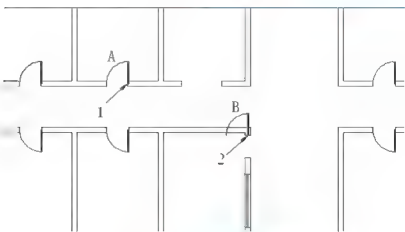

图 2.94 将 A 门复制到 B 处
(1) 用【复制】命令将 A 门复制到 B 处, 如图 2.94 所示。
① 单击【修改】工具栏上的【复制】图标 (快捷键 C), 启动【复制】命令。
② 在选择对象: 提示下, 选择 A 门作为被复制的对象, 并按 Enter 键进入下一步命令。
③ 在指定基点或 [位移(D)] 位移: 提示下, 捕捉 A 门的 1 点作为复制基点。
④ 在指定第二个点或 使用第一个点作为位移: 提示下, 捕捉 B 门洞口的 2 点。这样, 就将 A 门复制到了 B 门洞口处。
(2) 用【旋转】命令将 B 门旋转到位。
① 单击【修改】工具栏上的【旋转】图标 (快捷键 R), 启动【旋转】命令。